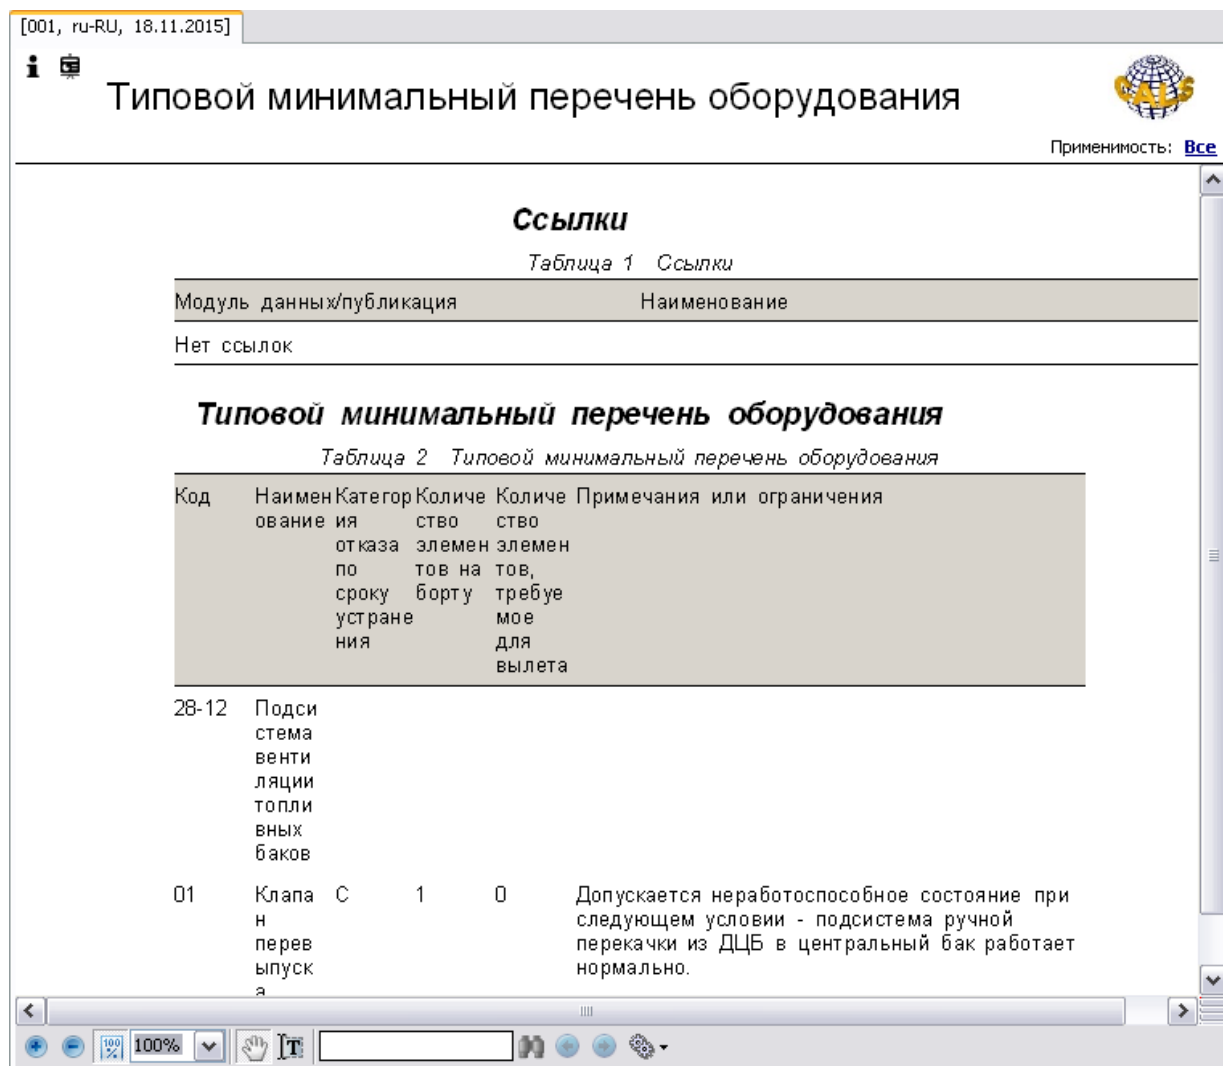

Рис. 12.19
5. В левом окне на вкладке **Структура** найдите название модуля данных и щелкните по нему левой кнопкой мыши. Справа появится окно просмотра с документом (Рис. 12.19).